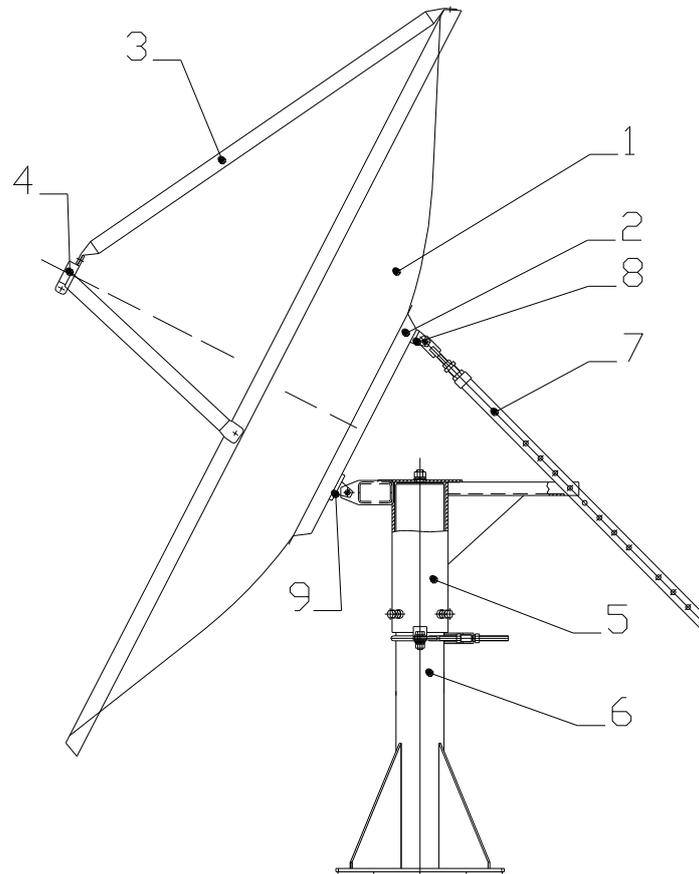

Рис. 1
3. Установку рефлектора на ОПУ необходимо производить втроем. Двое держат рефлектор, а третий заводит ушки ОПУ в проушины кронштейнов. Вставить в отверстия спецболты М12. Закрепить. Совместить проушину верхнего кронштейна с тягой ОПУ и закрепить спецболтом М12(см. Рис.1).